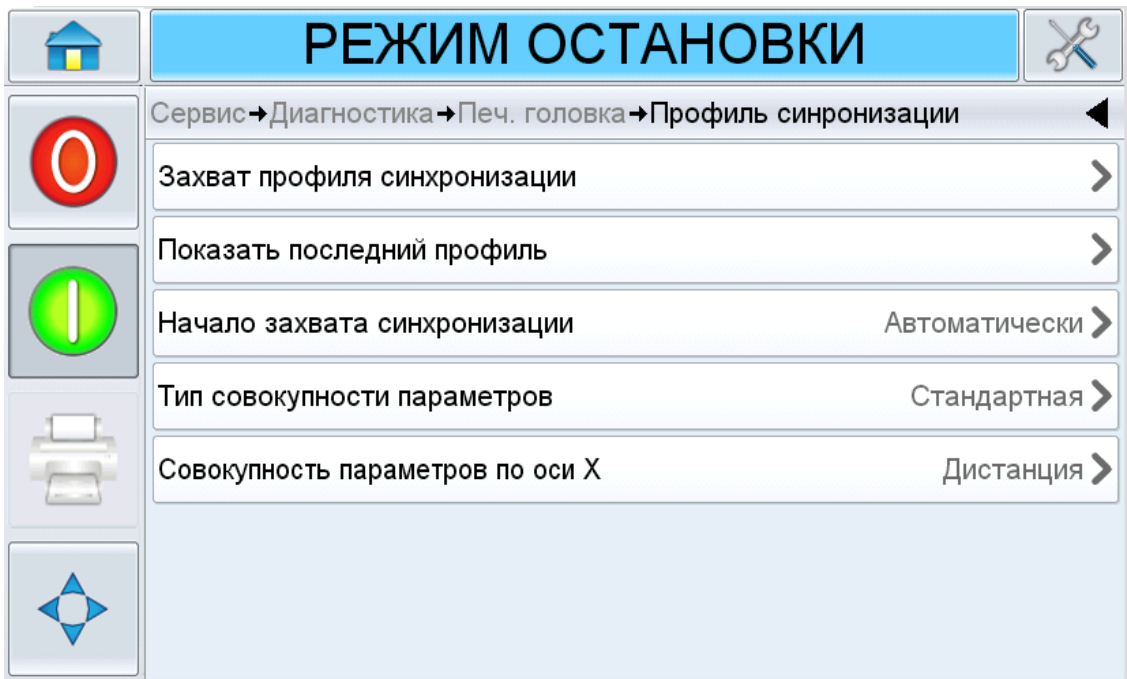

Рисунок 5-15: Экран Профили синхронизации
1. Нажмите Профили синхронизации на экране Печатающая головка для доступа к параметрам профилей синхронизации (Рисунок 5-15).